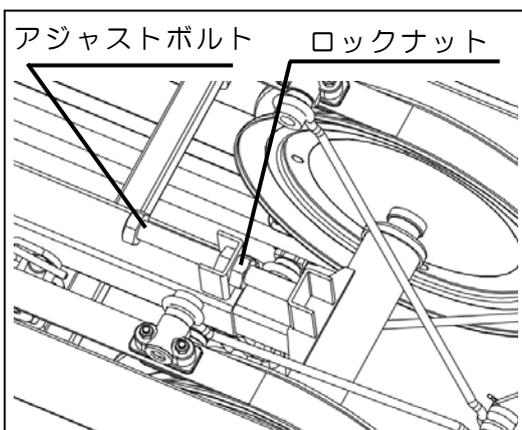

図2
作業中、負荷がかかるとタイムベルトがスリップする場合、または2本のタイムベルトの位相がずれている場合には図2を参考にベルトの張りを調整して下さい。
- ① 図2を参考にタイムベルト中央下部でのたわみが35～40mmになる様にアジャストボルトで調整して下さい。